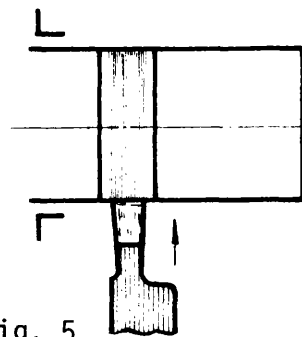

Fig. 5
- a Aproxime la herramienta hasta rozar el material (fig. 5)